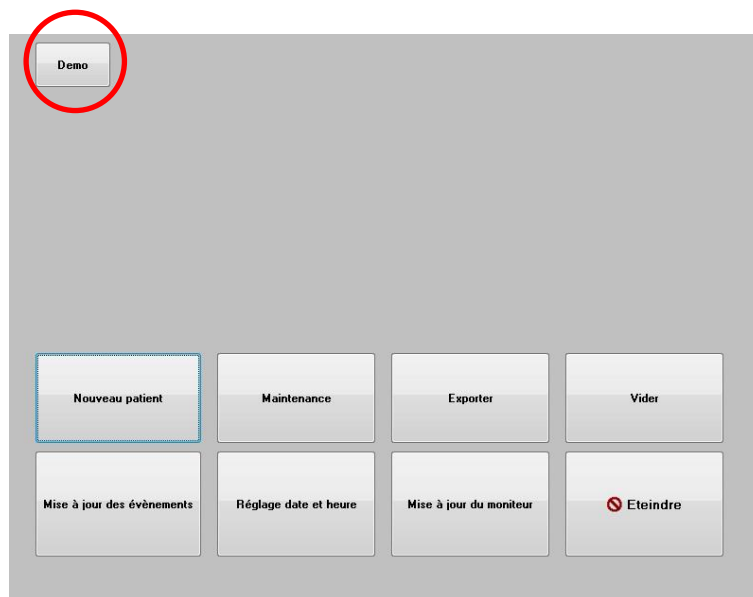

Figure 3
Cliquer sur le bouton « **Demo** » en haut à gauche du menu principal (figure 3) pour voir une démonstration du fonctionnement du monitoring PTA.
Pour récupérer ces images, il faut insérer une clé USB dans l'un des ports USB. Ensuite sélectionner « **Sortie patient** » en haut de l'écran. Dans la nouvelle fenêtre qui s'affiche (figure 3), choisir « **Exporter** ». Les images seront enregistrées dans un fichier. Le nom du fichier répond à la logique suivante : Heure - minute - mois - jour - année.
Une pression sur « **Nouveau patient** » réinitialise le moniteur et lance un nouveau monitoring ainsi que de nouvelles données exportables (figure 3).
Une pression sur « Maintenance » (figure 3) ouvre une fenêtre avec une zone de saisie (voir sur la figure 19). Cet accès est protégé par un code qui vous sera transmis sur demande à Mdoloris Medical Systems.
Une pression sur le bouton « **Vider** » (figure 3) efface l'ensemble des données précédemment stockées. Une demande de confirmation vous est préalablement proposée.
Une pression sur le bouton « **Exporter** » (figure 3) transfère l'ensemble des données stockées dans la mémoire du moniteur sur une clé USB qui aura été préalablement connectée à l'un des ports USB accessible sur la partie inférieure du moniteur. Si la clé n'est pas détectée, (absence de clé ou insertion incorrecte), un message s'affichera pour le signaler. Une fois la clé USB correctement insérée, appuyez sur « **OK** » pour débiter l'export des données.
***A noter :** si vous répondez « **Oui** » il n'y aura plus aucun retour possible sur le patient en cours. Vous accéderez alors au menu principal (figure 3).*
Pour régler l'heure et la date il faut sélectionner « **Sortie patient** » pour atteindre le menu principal (figure 3) :